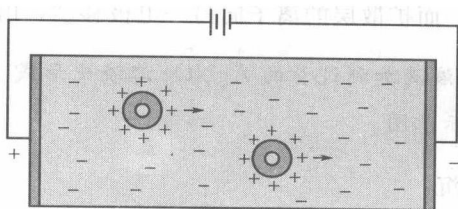

图 1-8 电泳现象
(3) 溶胶的电学性质
① 电泳 在外加电场下,胶体粒子在分散介质中,向带异性电荷的电极作定向移动,这种现象称为“电泳”。如图 1-8 所示。